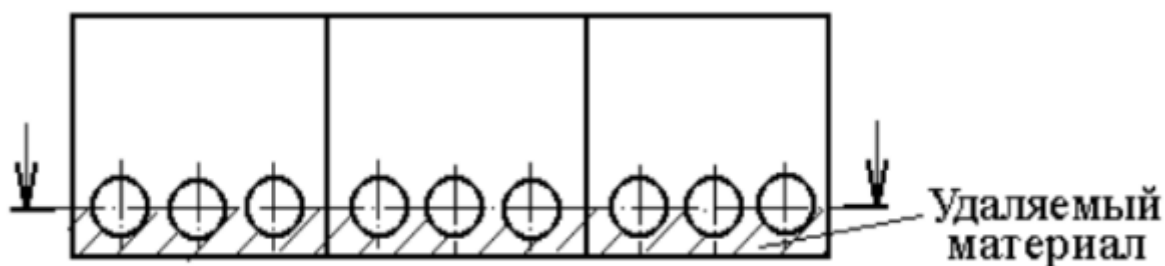

Рис. 3. Схема препарирования заготовки после пробивки отверстий
4. Разрезать заготовку на станке вдоль осевой линии обработанных отверстий до их диаметральной плоскости (рис. 3). Вскрытую поверхность довести на шлифовальном и полировальном оборудовании